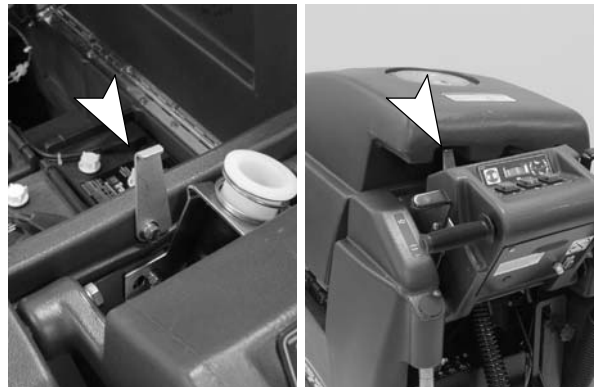

FIG. 31
6. Posez le réservoir de récupération sur la béquille de support, afin de faciliter la ventilation durant la mise en charge (Figure 31).